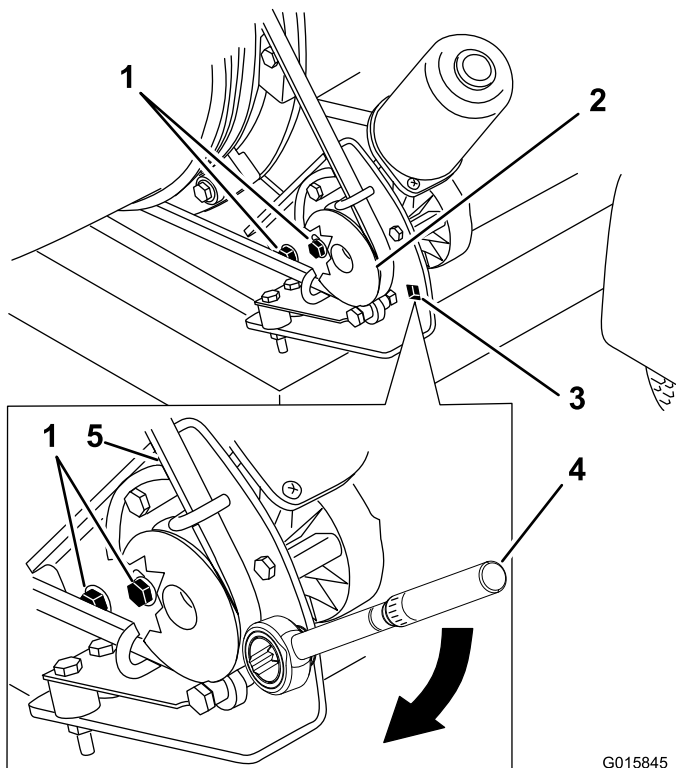

Figura 30
1. Allentate i bulloni che fissano la staffa di supporto della puleggia al telaio del soffiatore (Figura 30).
2. Posizionate una chiave torsionometrica nella staffa di supporto della puleggia (Figura 30).
3. Girate la staffa di supporto della puleggia allontanandola dall'ugello finché la chiave torsionometrica non registra un valore tra 22,6 e 26,0 N·m (Figura 30).